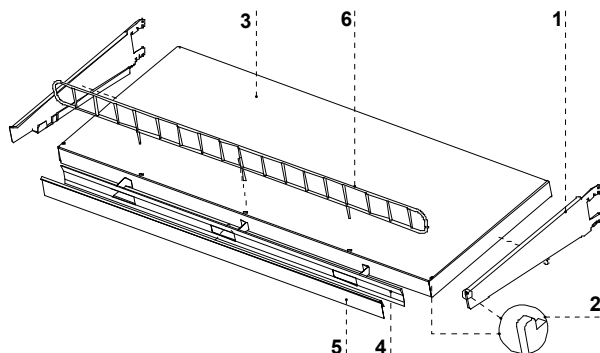
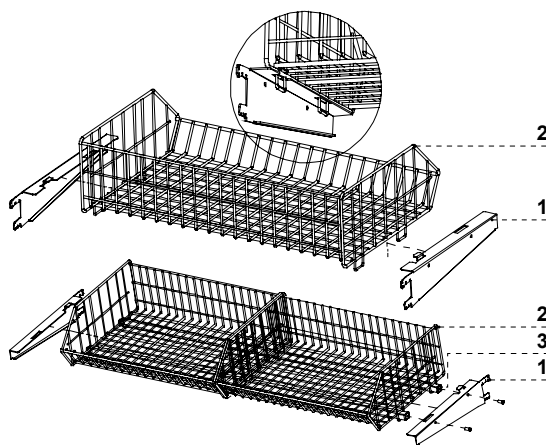

Рис.5 Блок полки стеллажа
Рис.7 Корзины для фруктов и овощей
2. На крюках расположить полки и/или корзины Рис.5 (стр.38) и/или Рис.7 (стр.38)